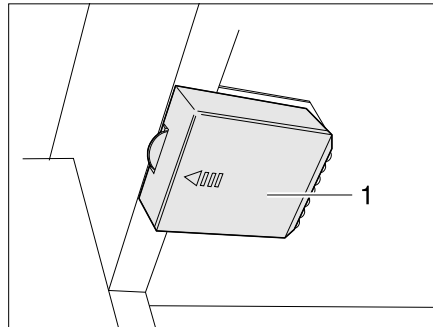

Bild 174 Kleiderschrankleuchte mit LED, Batteriefach geschlossen
- Deckel (Bild 174,1) in Pfeilrichtung aufschieben.